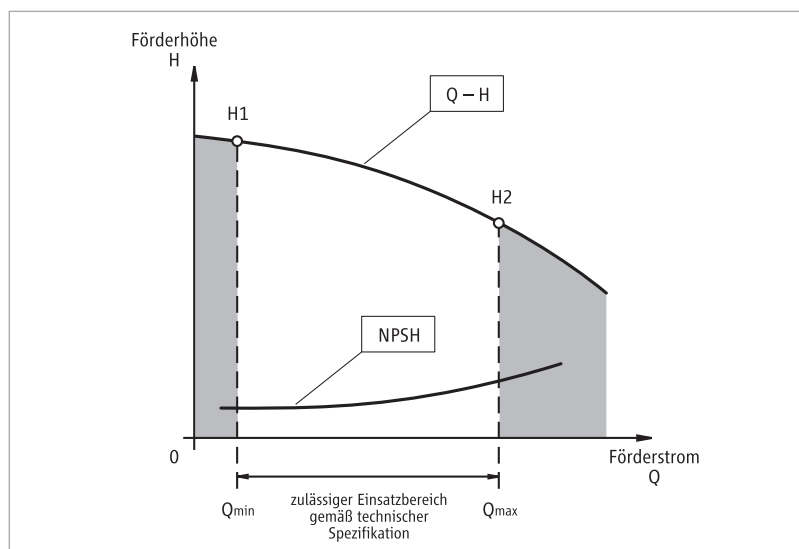

Abb. 2
3. Für einen störungsfreien Betrieb der HERMETIC-Pumpen ist die Einhaltung des zulässigen Förderbereichs unbedingt erforderlich (siehe Abb. 2). Die Forderung nach einem Mindestförderstrom ergibt sich aus folgenden Gründen: